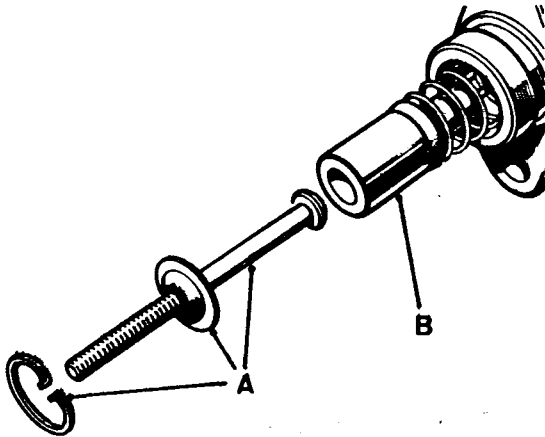

Fig. B2-15 - Varilla de empuje y retén.
- e) El émbolo se introducirá en el retén del muelle y se fijará con la lengüeta elástica que actúa de fiador. Se cubrirá el émbolo con grasa de caucho y se montará el conjunto introduciendo primero el extremo correspondiente a la válvula en el cilindro principal, se instalará la varilla de empuje, con la arandela y anillo fiador (fig. B2-15).